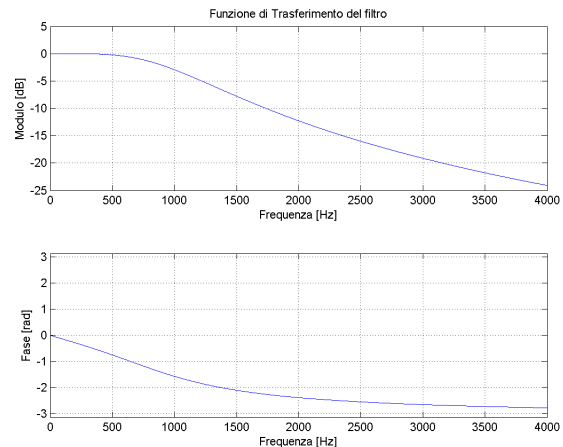

Fig. 2
11. Si decide di acquisire il segnale con una frequenza di campionamento di 4 kHz. Si ha a disposizione anche un filtro con funzione di trasferimento indicata in fig. 2. Si ritiene utile impiegarlo? In ogni caso, dove andrebbe inserito nella catena di acquisizione (disegnare schema)?